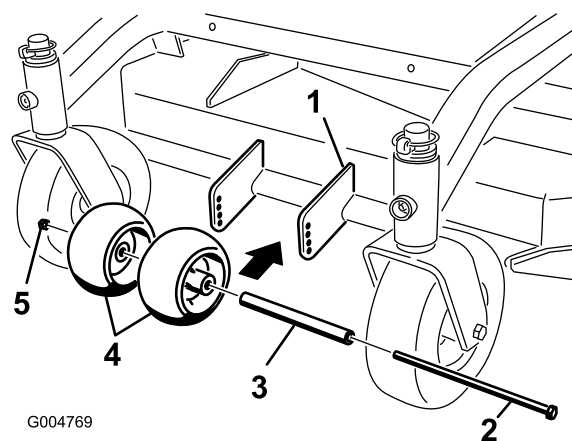

Figure 12
1. Après avoir réglé la hauteur de coupe, vérifiez que les galets anti-scalp procurent une garde au sol minimale de 10 mm (Figure 12).
2. Si un réglage est nécessaire, retirez le boulon, les rondelles et l'écrou (Figure 12).
3. Choisissez le trou requis pour que les galets anti-scalp soient à 10 mm ou plus du sol (Figure 12).
4. Remettez le boulon et l'écrou (Figure 12).